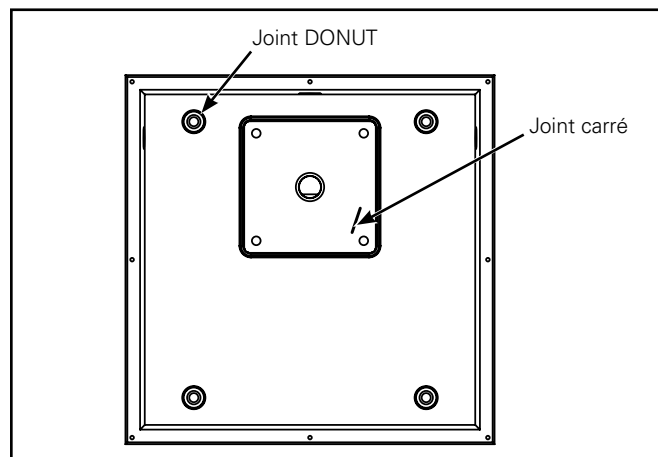

Figure 11.
- Découpez le support de chacun des quatre joints d'étanchéité et les appliquer à l'arrière du boîtier coulé à chacun des quatre trous de montage (joint d'étanchéité sur un côté). Utilisez le joint carré pour sceller le boîtier coulé à J-Box (Figure 11).